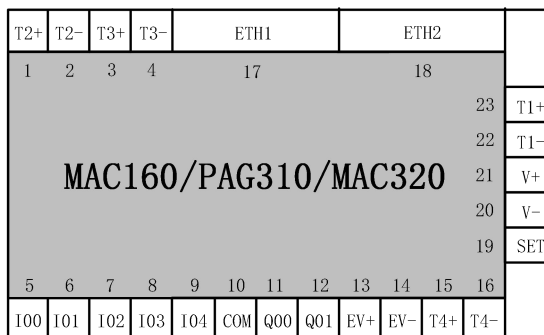

图 D-21 MAC160/PAG310/MAC320 接线原理图
- MAC320 接线原理图如图 D-21 所示，定义了产品端子编号和逻辑符号，供原理图设计时参考。